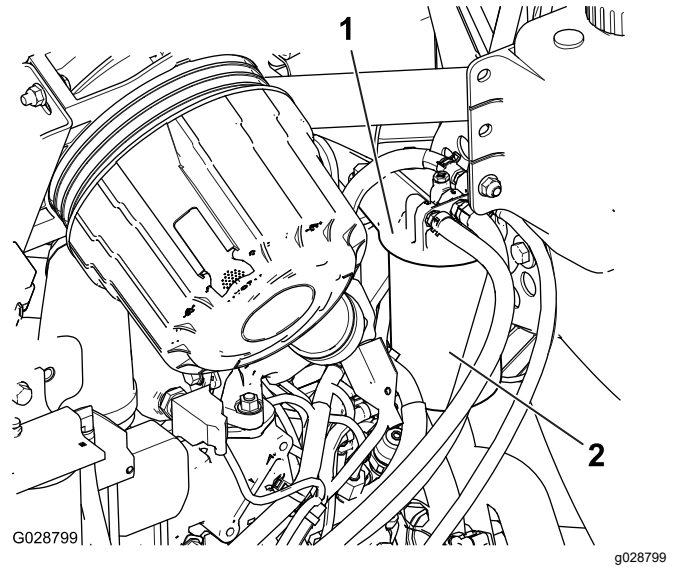

Bild 89
1. Reinigen Sie den Bereich um den Kraftstofffilterkopf (**Bild 89**).
2. Entfernen Sie den Filter und reinigen die Kontaktfläche (**Bild 89**).